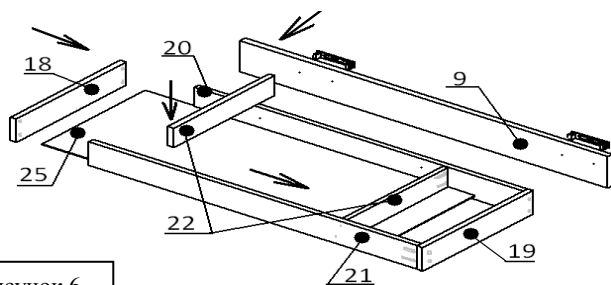

Рисунок 6
10. Нажать на клипсу шарикового направляющего 400 мм, отсоединить узкую шину от широкой. Используя шуруп 3,5x16 закрепить узкую шину - на боковины ящика деталь (поз. 18,19), широкую шину на деталь (поз. 2,3) См. рисунок 6,7.